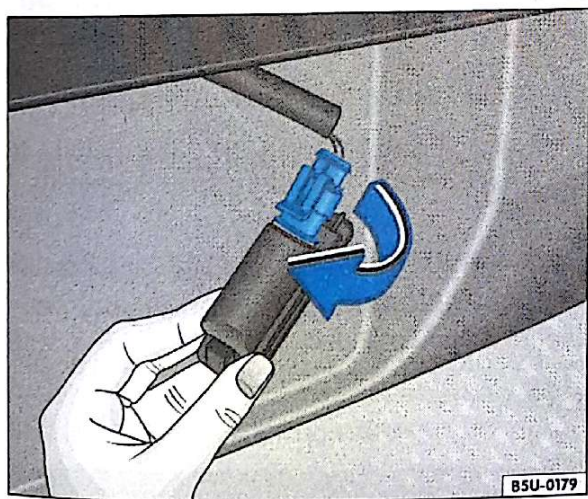

Fig. 141 Lâmpada da lanterna da placa de licença
- Retire a lanterna da placa de licença, pressionando a trava do lado esquerdo ⇒ fig. 141, com auxílio de uma chave de fenda.